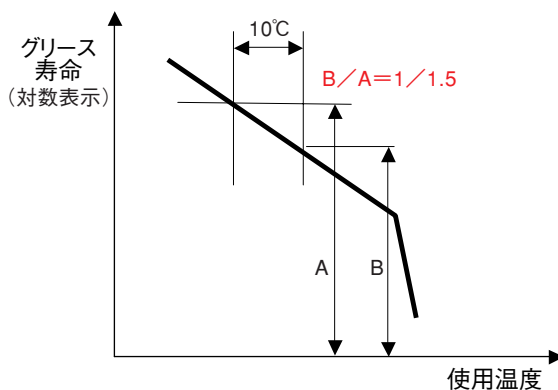

図4 グリース寿命の温度依存特性の模式図
特に②の $10^{\circ}\text{C}$ 上昇で $1/1.5$ への寿命低下は、業界では $10^{\circ}\text{C}1.5$ と呼ばれ、Booserは $100^{\circ}\text{C}$ の実験でこのことを検証しています。この温度に対するグリース寿命を模式図で示した場合、図4のようになります。